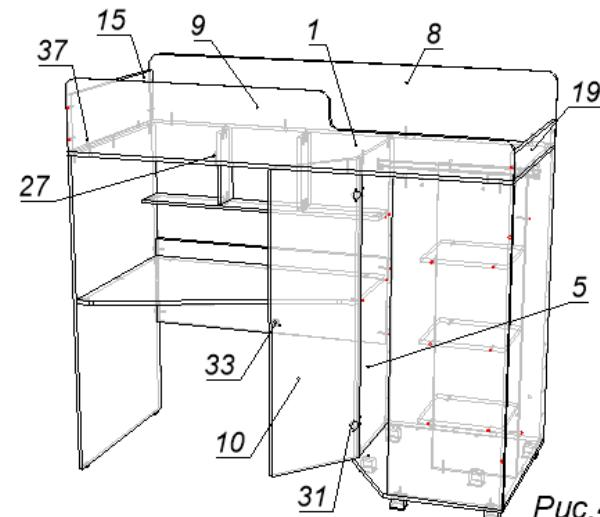

Рис.4
17. В ложе (1) вбить шканты (37). *Рекомендация! Для лучшей фиксации приклейте шканты kleem (в комплект не входит).*
18. К ложу (1) прикрутить царгу заднюю (8), царгу переднюю (9) евровинтами (27).
19. Установить на ложе (1), между царг (8 и 9), барьеры (15, 19) на шканты (37) и прикрутить барьеры (15, 19) к царгам (8, 9) евровинтами (27).
20. Прикрутить дверь (10) на корпус шкафа саморезами (34). См. Рис.4.